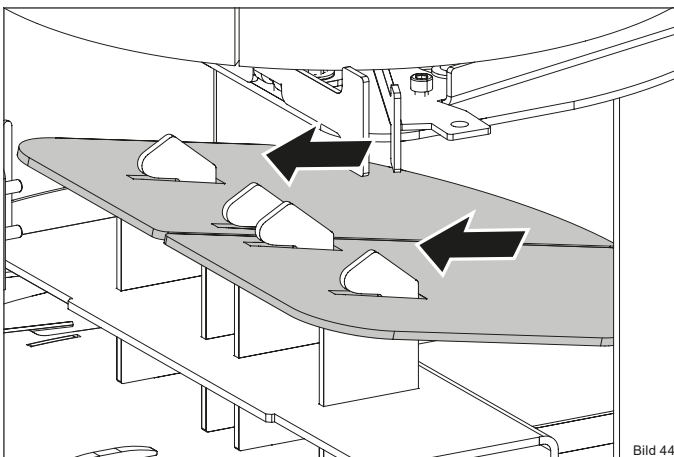

Bild 44
- ▶ Schieben Sie die Umlenkbleche nach oben, um sie aus der Halterung zu lösen (Bild 44).